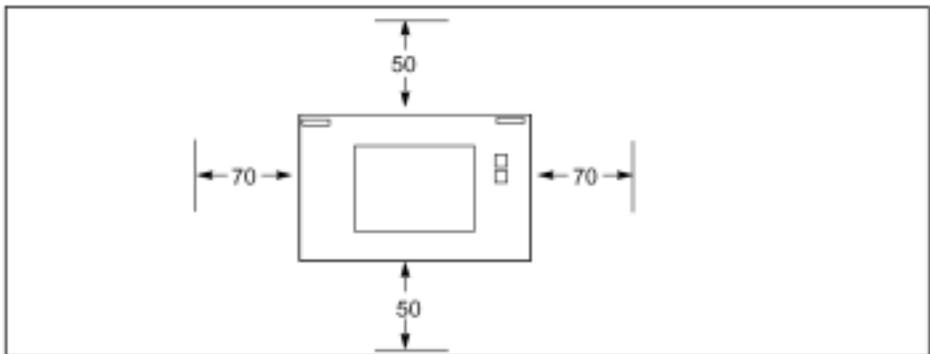

图 3-9 C7-635 Touch 的安装间隙
- 如图 3-9 所示，为了电缆出线 and 通风，C7-635 与周边必须保持 50 和 70mm。